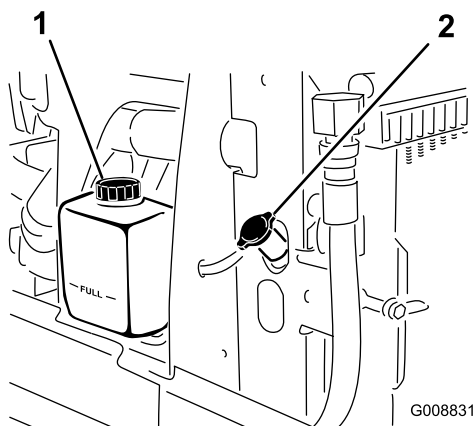

Рисунок 77
1. Осторожно снимите крышку радиатора и крышку расширительного бачка (Рисунок 77).